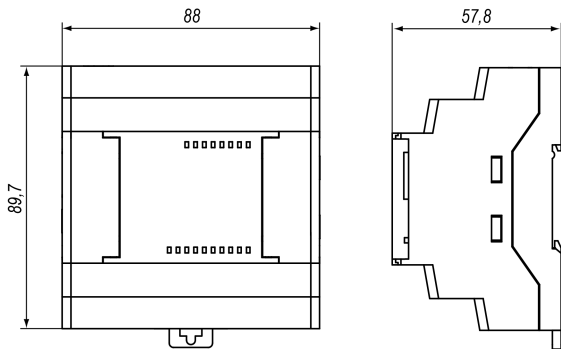

Рисунок 2 – Габаритные размеры
1. Подготовить на DIN-рейке место для установки прибора с учетом размеров корпуса (см. рисунок 2).